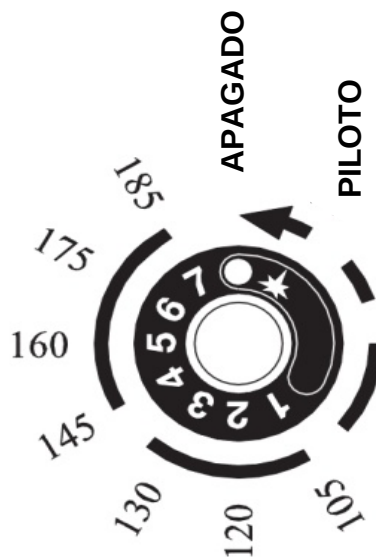

FIG. 6
APARATOS CON VÁLVULA DE GAS (FIG.6)
- Girar el pomo (Fig. 6) en posición
- Para apagar el quemador girar el pomo (Fig. 6) en posición  .